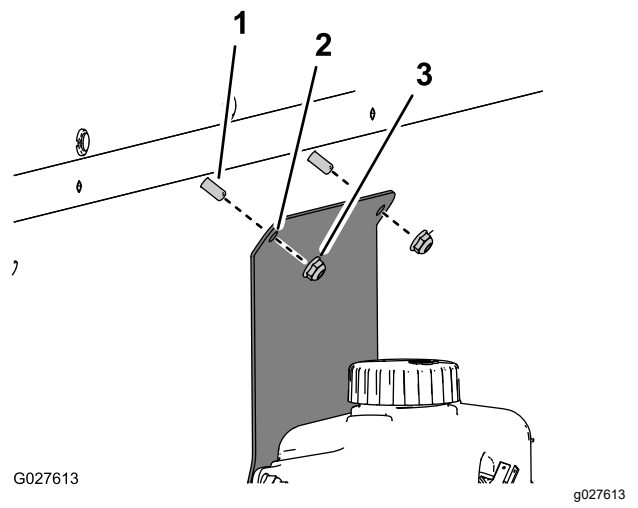

Figura 19
6. Monte o suporte de montagem da garrafa de lavagem e o depósito do líquido de lavagem (Figura 19) nos 2 parafusos de carroçaria (1/4 x 1-1/4 pol.) com as 2 porcas de bloqueio (1/4 pol.).